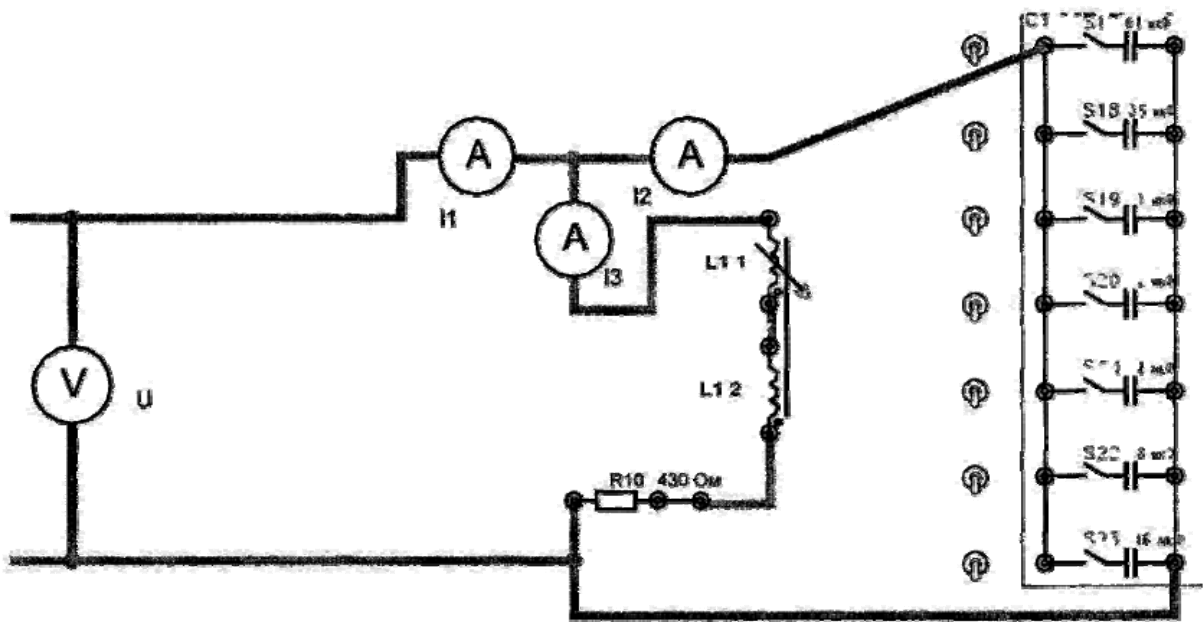

Рис. 20.
- 20.3.2. Собрать и изучить схему электрической цепи (рис. 20.).